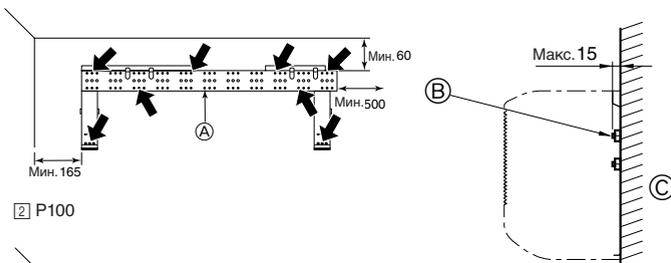

Fig. 3-4
- Закрепите настенное крепление через отверстия среднего ряда диаметром 12 мм, используя для этого приобретаемые на месте болты (сквозные болты, анкерный болт и анкерная гайка) с резьбой M10 или W3/8. Конец болта не должен выступать на расстояние более 15 мм от поверхности стены. (Fig. 3-4) Используйте не менее двух болтов при креплении к бетонной стене, и не менее четырех болтов - при креплении к стене из пенобетона.